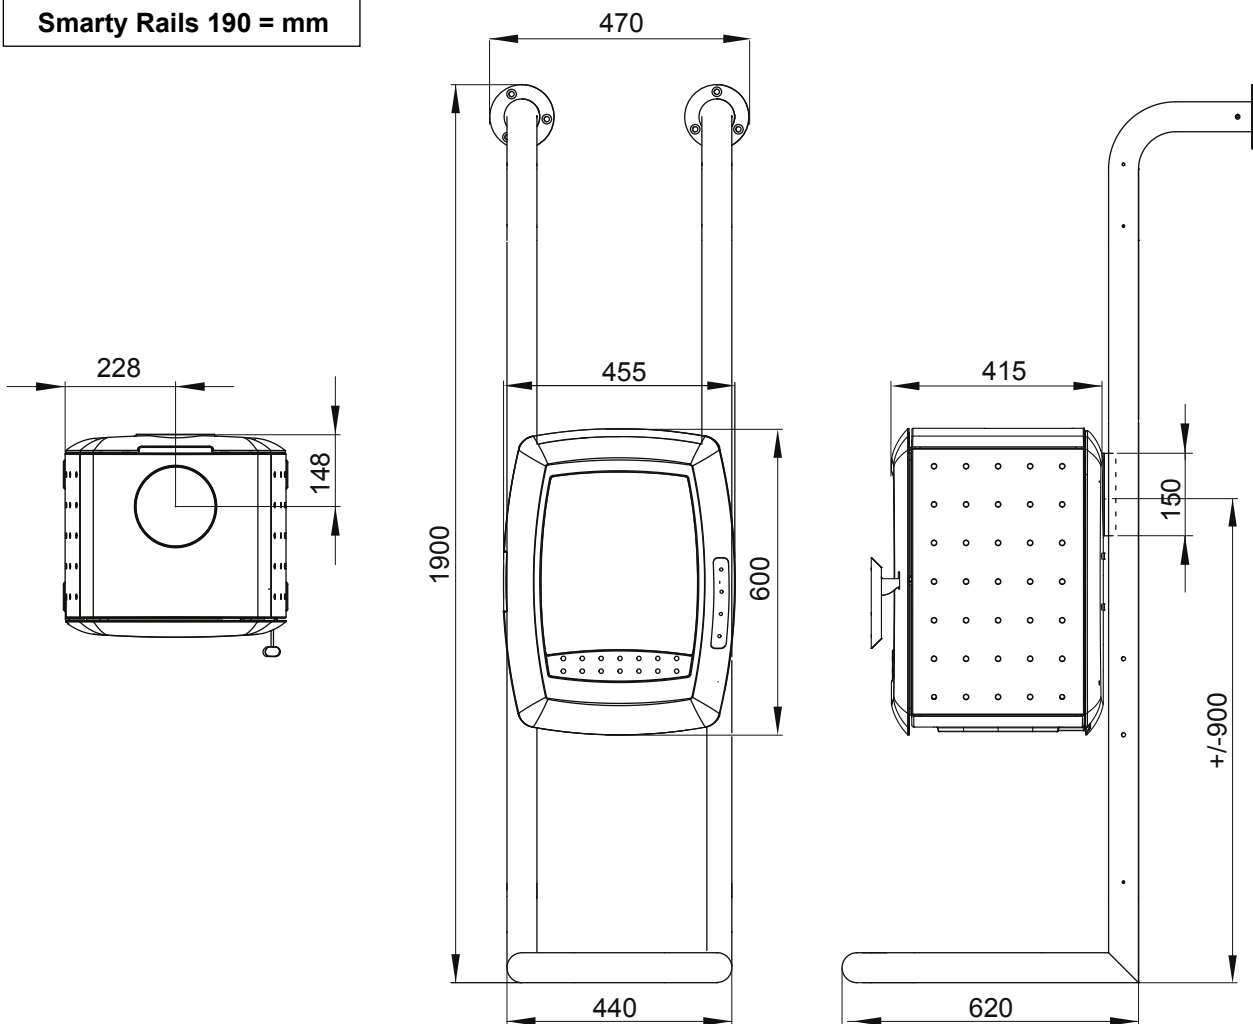

FIG 1
- FIG 1: Fjern pynteskruene fra skruerullene bak på ovnen. Disse skruene brukes etterpå for å feste braketten til rørene.
- FIG 1: Fjern pynteskruene fra skruerullene bag på ovnen. Disse skruer bruges senere til at fæstne beslaget til rørene.
- FIG 1: Remove the decorative screws from the holes on the back of the stove. These screws are later used for fastening the brackets onto the rails.
- FIG 1: Enlevez les vis décoratives des trous à l'arrière du poêle. Ces vis sont utilisées postérieurement pour attacher les fixations sur les rails.
- FIG 1: Rimuovere le viti decorative dai buchi sulla parte posteriore della stufa. Queste verranno usate successivamente per il fissaggio delle staffe sulle barre.
- FIG 1: Entfernen Sie die Dekorschrauben an der Rückseite des Ofens. Später schrauben Sie damit die Ofenhalterung an die Laufschielen.